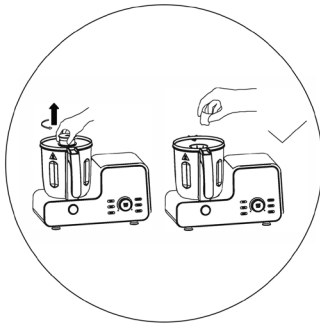

Fig.1
3. En cours de travail, **NE PAS** ouvrir le couvercle du gobelet pour ajouter un ingrédient, sans quoi des éclaboussures se produiraient pour causer un accident corporel ou une perte matérielle, et la méthode appropriée consiste à ouvrir le gobelet doseur au milieu du couvercle et puis nourrir l'ingrédient à travers le trou de la tasse. (voir figure 1)